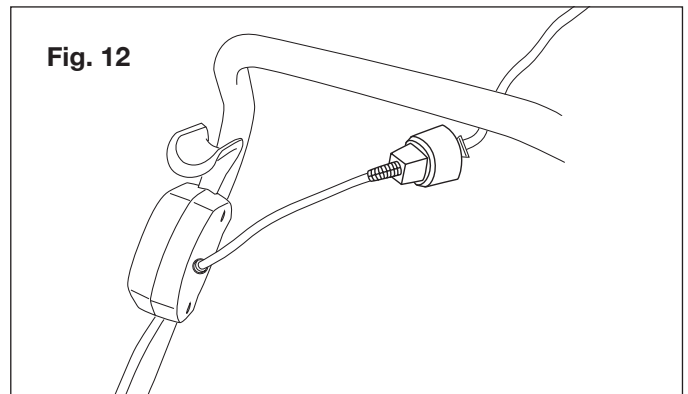

Fig. 12
3. Insérez l'extrémité femelle de la rallonge électrique dans la prise mâle polarisée de la machine (Fig. 12).